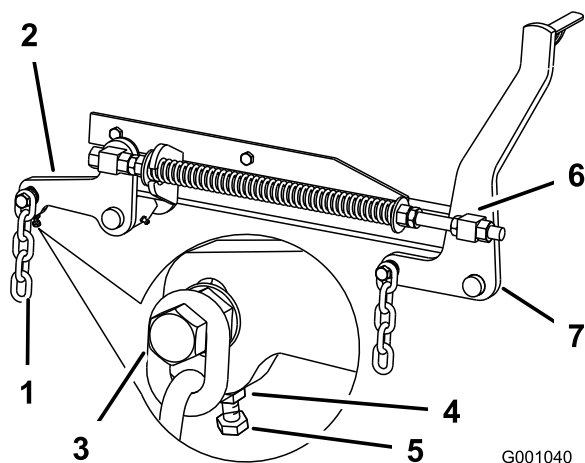

Figura 82
7. Si las medidas realizadas en las posiciones **B** o **C** no son correctas, afloje el perno que fija la cadena trasera al brazo de soporte trasero (Figura 82).
- Afloje la contratuerca situada debajo del brazo de soporte trasero y ajuste el perno de ajuste hasta obtener una medida de 80 a 83 mm (3-1/8 a 3-1/4 pulg.) (Figura 82).
- Afloje las contratuercas de pivote delantero, en la parte delantera de los pivotes derecho e izquierdo, aproximadamente 13 mm (1/2 pulg.) (Figura 82).
- Ajuste las tuercas de elevación en el lado izquierdo y derecho de la máquina hasta obtener una distancia de 6 a 10 mm (1/4 a 3/8 pulg.) menos en la parte delantera en **A** que en la parte trasera, en **B** (Figura 82).